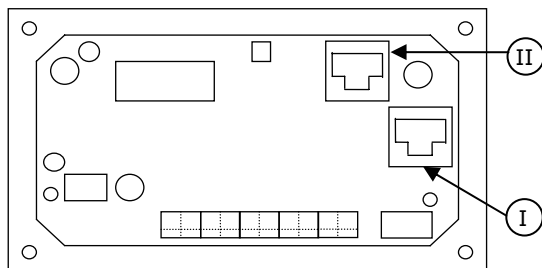

Figure 2
8. Faire passer un câble de communication modulaire à 6 pôles (RJ12, à fils croisés) et connecter le connecteur RJ12 à la prise côté droit (voir Figure 2 : connecteur I) à l'arrière du Masterlink MICC.
9. Faire passer un autre câble de communication modulaire à 6 pôles (RJ12, à fils croisés) et connecter le connecteur RJ12 à la prise marquée "Inv" (voir Figure 2 : connecteur II) située à l'arrière du Masterlink MICC.